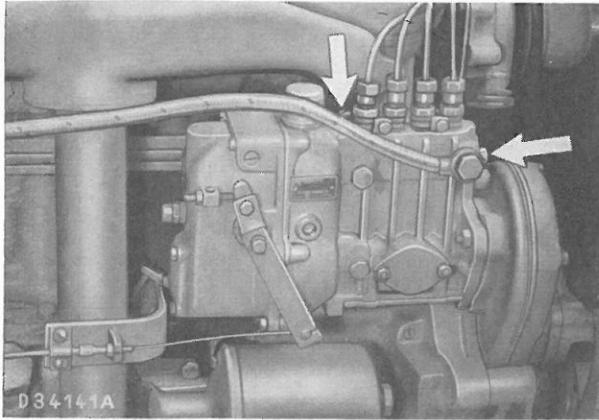

fig. 42
- c) Débloquer les deux vis de purge de la pompe d'injection (fig. 42) jusqu'à ce que le combustible, là aussi, coule exempt de bulles d'air; rebloquer ensuite les vis.